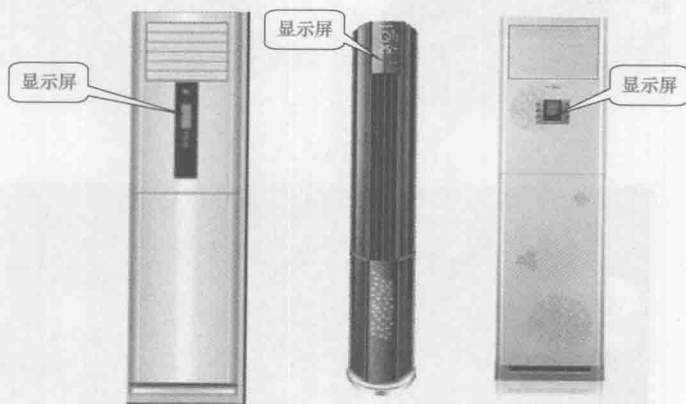

图 1-5 落地式空调器
(2) 落地式空调器。落地式空调器是因为此类空调器的室内机不用安装,直接放到室内的地面上而得名。又因此类空调器的室内机的外形像一个立柜,所以通常将落地式空调器的室内机称为柜机。由于落地式空调器的功率相对较大,所以此类空调器随着住宅面积的不断增大而越来越普及。典型落地式空调器的室内机如图1-5所示。而落地式空调器的室外机外形和壁挂式空调器室外机基本一样。